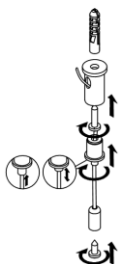

Рисунок 9 – Крепление подвеса.
5.8.5. Закрепите подвесы на креплениях светильника. Выровняйте светильник. Для регулировки длины троса нажмите на кнопку в верхней части крепления троса (см. Рисунок 9).
5.10.2. Распакуйте крепление и установите на светильнике (см рисунок 4, ж). Заведите крепление в паз на корпусе светильника. Для фиксации крепления на корпусе светильника имеются 2 отверстия. Совместите отверстия на креплении с отверстиями на корпусе. Шаг между винтами на креплении должен совпасть с шагом между винтами на корпусе. Вкрутите два винта: M5x8, и M5x80 (стопорный винт – см. рисунок 9), идущие в комплекте, для фиксации крепления на корпусе светильника.